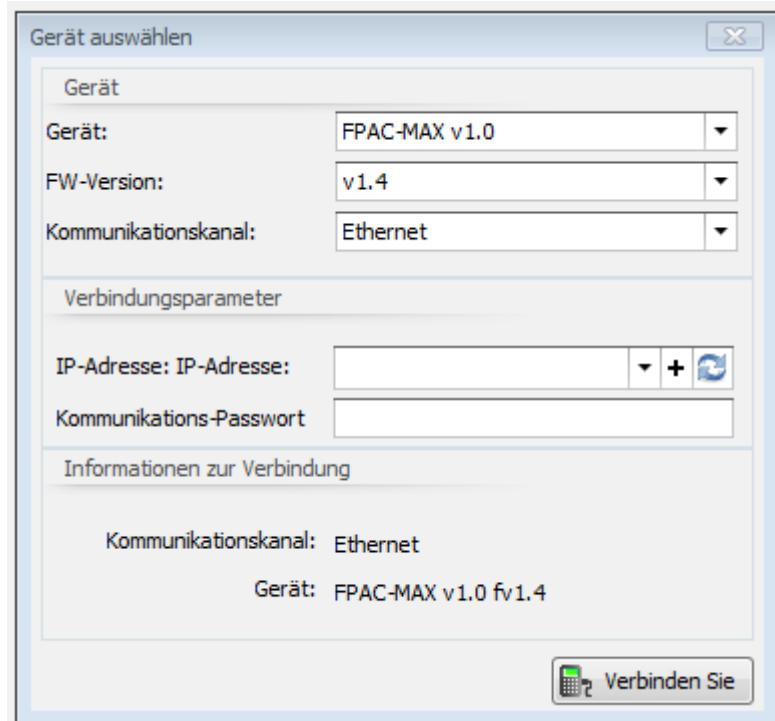

Abb. 6 Geräteauswahlfenster in AC-MAX HW Software
4. Wählen Sie im geöffneten Fenster (Abb.6) das *Gerät FPAC-MAX v1.0 Fingerprint READER, Firmware 1.4* und *Ethernet-Kommunikationskanal aus*.